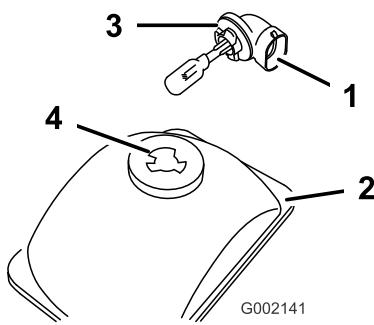

Bild 39
8. Fassen Sie unter das Armaturenbrett und fluchten Sie die drei Laschen an der Lampe mit den Schlitten im Reflektor aus (Bild 39).